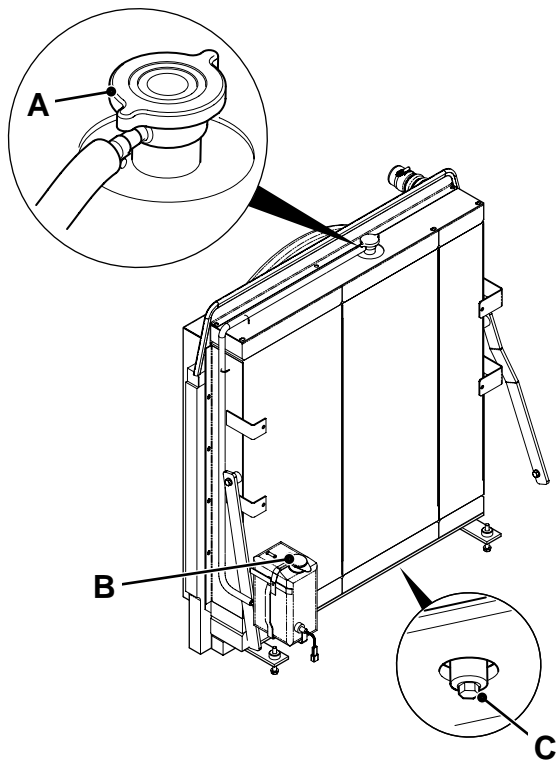

Fig 38.
- e Open the radiator drain plug **C**, ⇒ Fig 38. \(□ 3-62\).